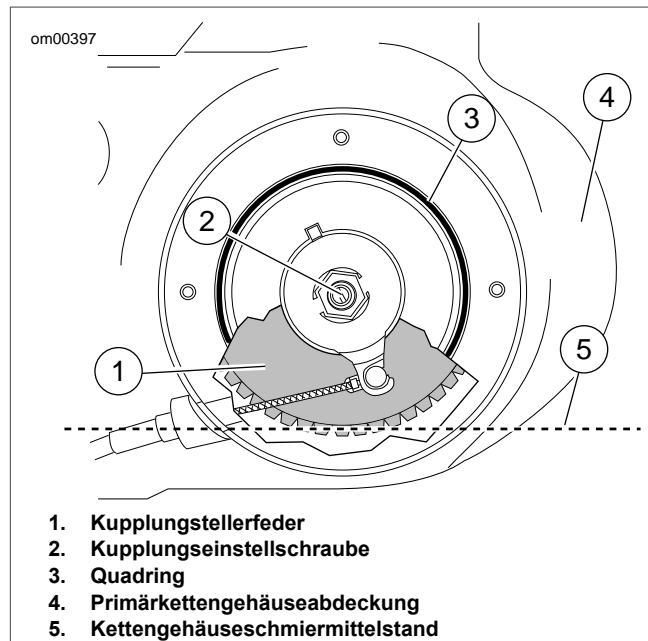

Abbildung 37. Kettengehäuseschmiermittelstand
6. Siehe Abbildung 37. Überprüfen, ob der Schmiermittelstand mit dem unteren Teil der Kupplungstellerfeder abschließt.
11. Siehe Abbildung 37. 0,95 L (1,00 qt) FORMULA+ GETRIEBE- UND PRIMÄRKETTENGEGHÄUSESCHMIERMITTEL (Teile-Nr. 98851-05 qt) durch die Öffnung des Kupplungsinspektionsdeckels einfüllen, bis das Schmiermittel das untere Ende der Kupplungstellerfeder erreicht.